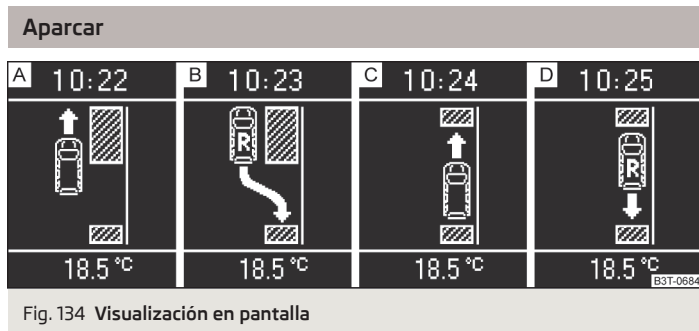

Fig. 134 Visualización en pantalla
Cuando el sistema ha reconocido una plaza de aparcamiento adecuada, esta se muestra en la pantalla » fig. 134 - [A].
- Avanzar hasta que se reproduzca el aviso en la pantalla » fig. 134 - [B].
- Si en la pantalla parpadea la flecha hacia delante » fig. 134 - [C], poner la primera marcha o colocar la palanca selectora en la posición **D**.
- Si en la pantalla parpadea la flecha hacia atrás » fig. 134 - [D], conectar nuevamente la marcha atrás o colocar la palanca selectora en la posición **R**.